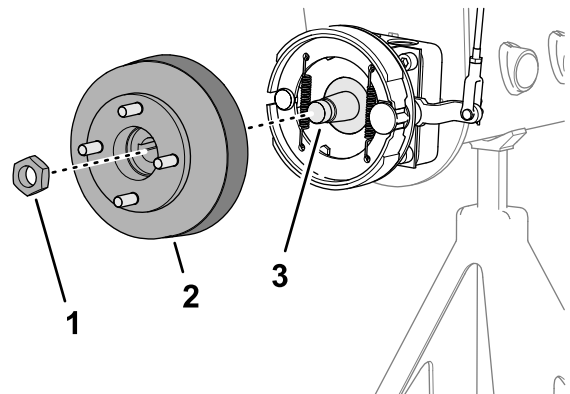
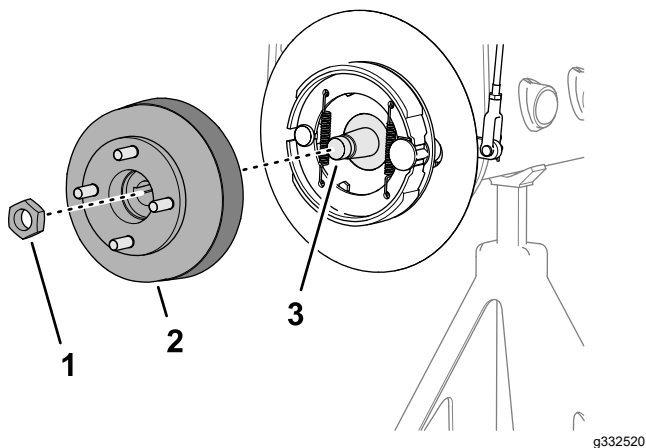

Figura 86
Figura 87
- Monte el cubo de la rueda y el tambor de freno en el eje del motor de rueda (Figura 86 o Figura 87).
4. Sujete el cubo de la rueda al eje con la contratuerca (Figura 86 o Figura 87), y apriete a mano.